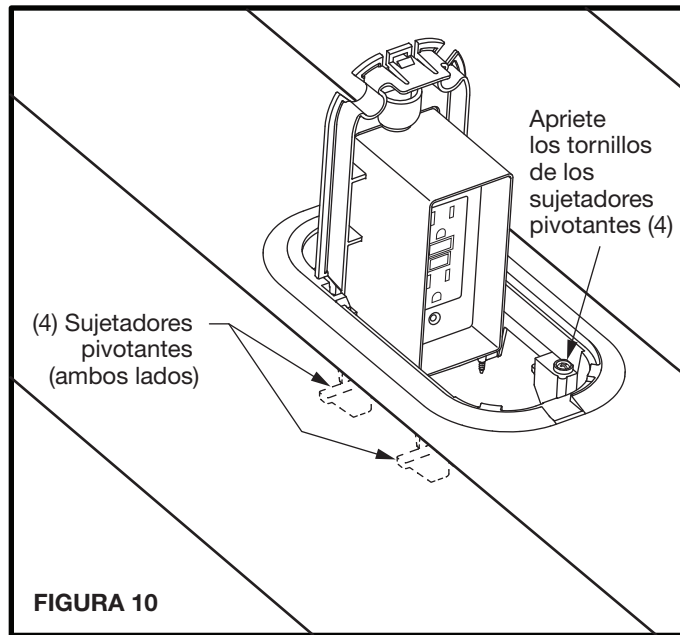

FIGURA 10
2.4a Los cuatro sujetadores pivotantes adjuntos giran para sujetar la parte inferior de la tabla de la plataforma apretando los cuatro tornillos de los sujetadores basculantes (vea la Figura 10).
2.4b Apriete los (4) tornillos de los sujetadores basculantes hasta que el sujetador entre en contacto con la superficie inferior de la tabla de la plataforma. Termine de apretar los tornillos de los sujetadores pivotantes con una media vuelta adicional para asegurar el Deck Grommet™ Pro (A) a la tabla de la plataforma (vea la Figura 10). **¡NO APRIETE EXCESIVAMENTE LOS TORNILLOS!**